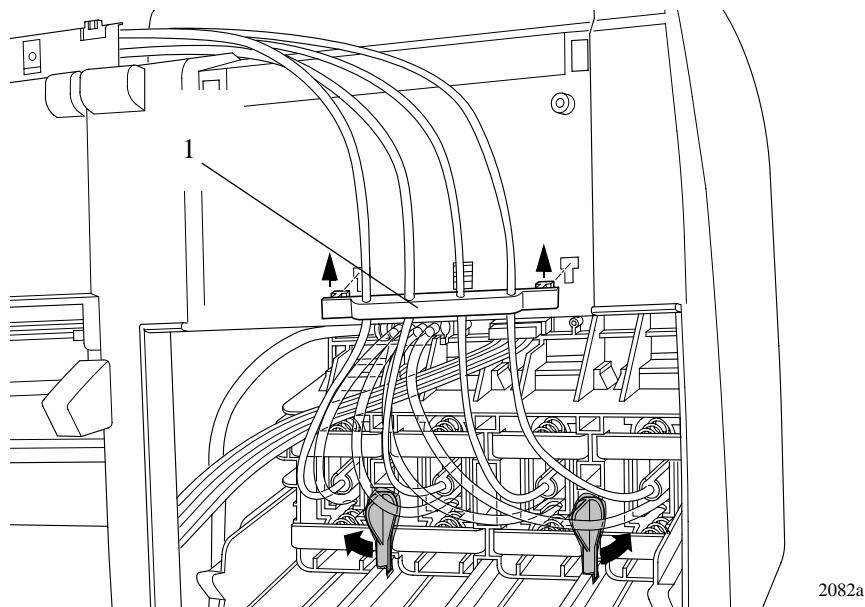

図57: リアーチューブ グリップ
- 8 左側カバー背面のチューブ ホルダ(部品1)を押し上げて外します(図57参照)。